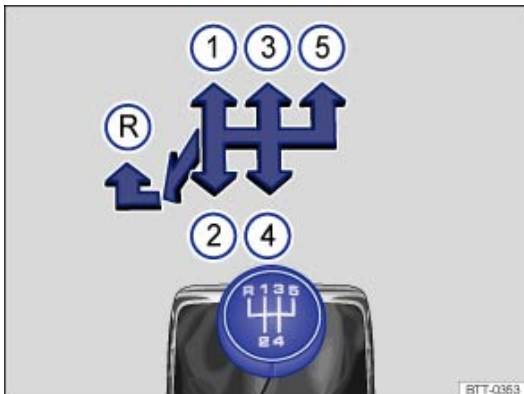
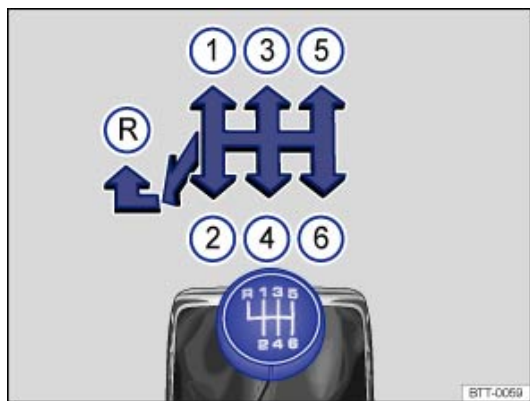

Fig. 103 Grille des vitesses de la boîte mécanique à 5 vitesses
Fig. 104 Grille des vitesses de la boîte mécanique à 6 vitesses
Les positions des différentes vitesses sont représentées sur le levier de vitesses ⇒ Fig. 103 ou ⇒ Fig. 104 .
- Amenez le levier de vitesses au maximum vers la gauche puis poussez-le vers l'avant en position de marche arrière ⇒ Fig. 103® ou ⇒ Fig. 104®.